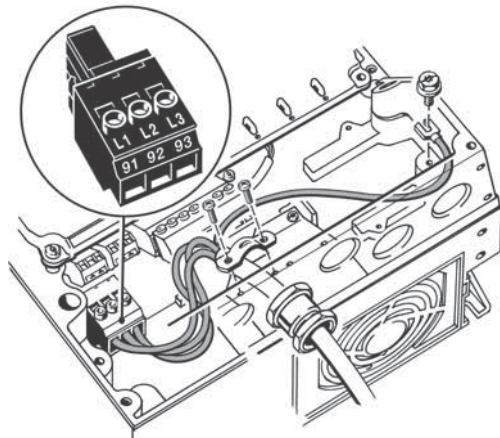

Abb. 12 Netzanschluss, Gehäuse A4 und A5
1. Den Schutzleiter an die Klemme 95 (PE) anschließen. Siehe Abb. 12.